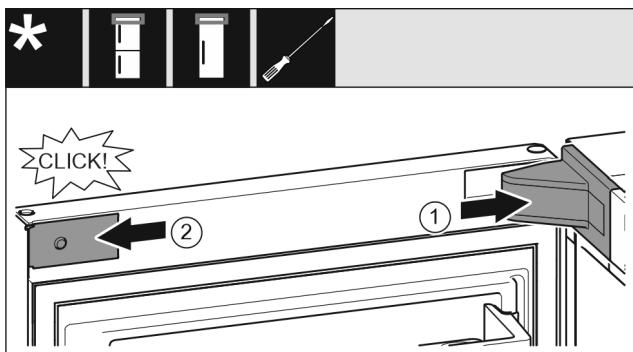

Fig. 21
- Vendosni kapakun mbulues të bazamentit mbështetës dhe mbërthejeni në vend, duke i ndarë nga njëri-tjetri nëse nevojitet. Fig. 21 (1)
- Vendosni panelin mbulues anash dhe mbërthejeni në vend. Fig. 21 (2)